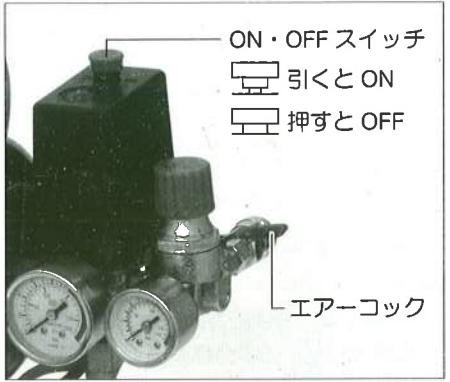

図12
④赤色のON・OFFスイッチのボタンは振動により振れることがあります但し問題はありませぬ。(図12参照)